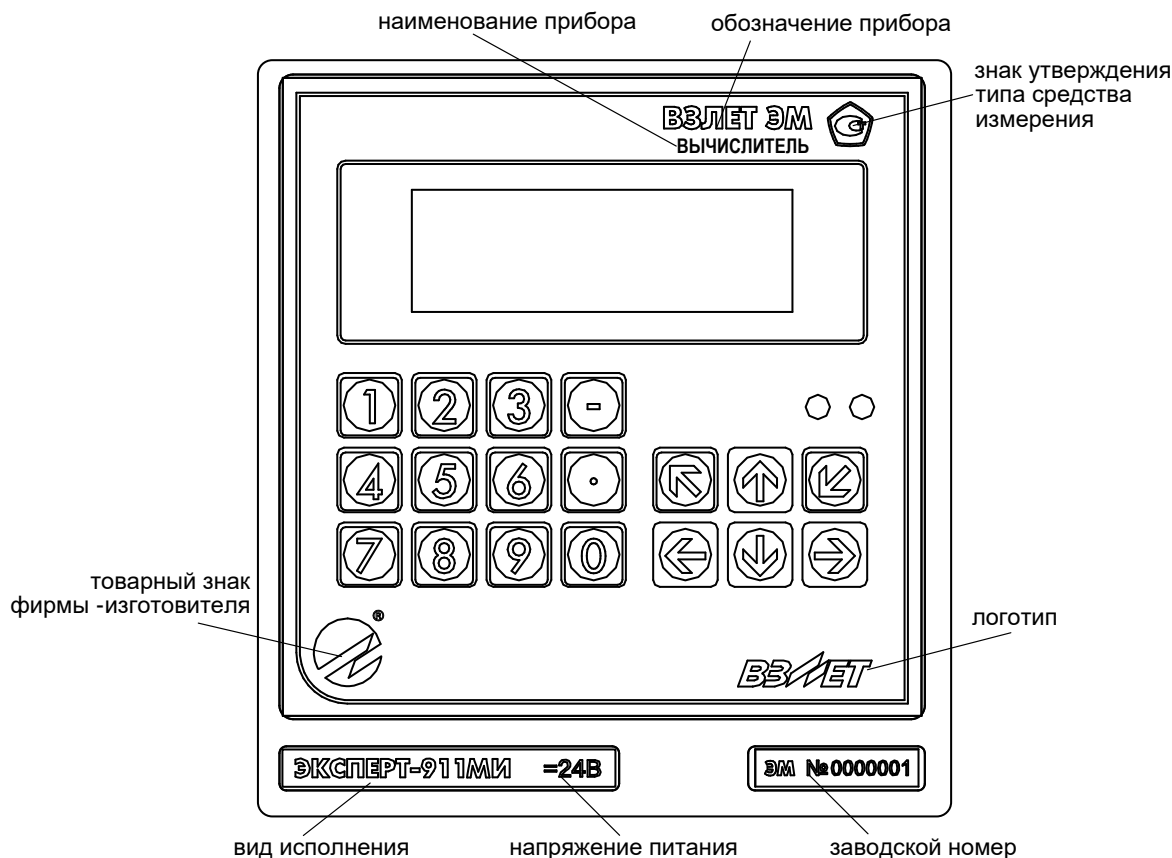

Рис.4. Вид маркировки вычислителя расходомера.
1.6.2. На передней панели вычислителя расходомера указываются (рис.4):